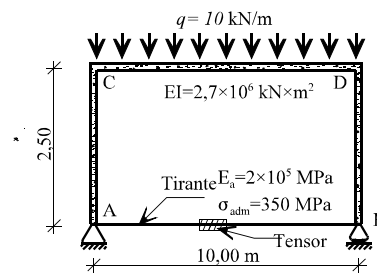

Figura 20
20) El pórtico atirantado de la figura 20 está sometido a la carga uniforme mostrada. La rigidez EI de sus vigas, el módulo de elasticidad E_a del acero del tirante y su tensión admisible σ_{adm} se dan en la figura. Se desprecian las deformaciones producidas por esfuerzos axiales en las vigas. Se pide: